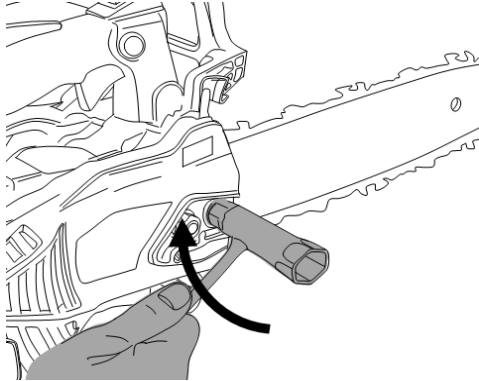

Abb. 9
- 9) Bringen Sie die Mutter und die Schraube (Abb. 9) wieder an, aber ziehen Sie sie noch nicht ganz fest. Drehen Sie die Unterseite der Säge nach oben, um sich zu vergewissern, dass die Kette richtig auf das Kettenrad des Motors aufgelegt ist und dass die Treibglieder im Kettenrad liegen.
- 11) Halten Sie den vorderen Teil der Führungsschiene nach oben und ziehen Sie mithilfe des mitgelieferten Schlüssels die Mutter und die Schraube vollständig fest (Abb. 9). Überprüfen Sie, ob sich die Kette auf der Führungsschiene ungehindert bewegen lässt.